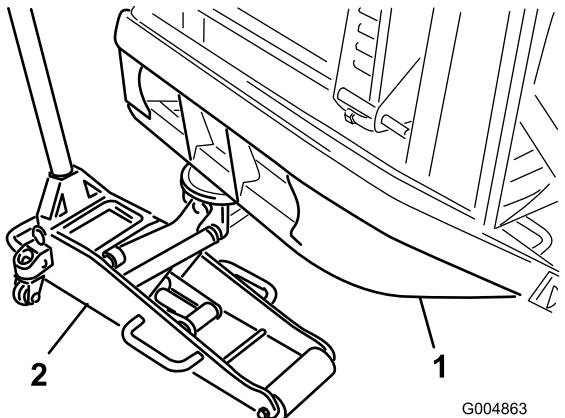

Figure 32
2. Placez une chandelle sous chaque moteur de roue et un cric sous le pare-chocs arrière (Figure 32), ou utilisez un palan aérien.